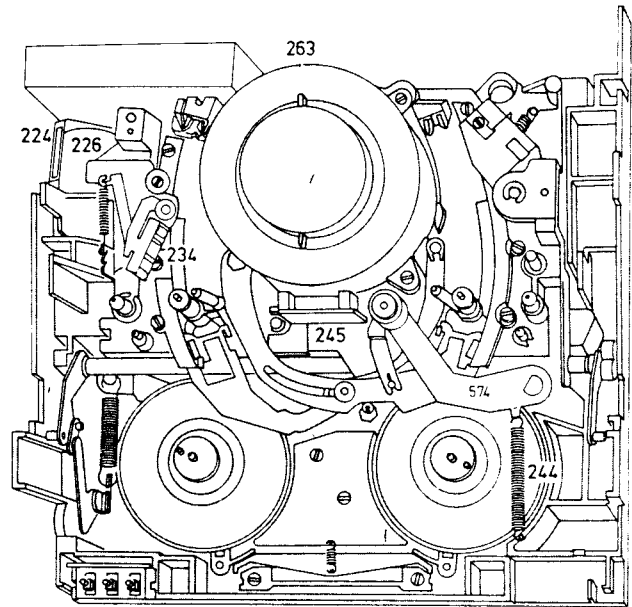

Fig. 2-10
- Motorbefestigungsfeder 224 ein wenig zusammendrücken und das Federende aus dem Haken an der Wickeleinheit aushängen. (Abb. 2.10).
- Motor an seine Stelle bringen. Dafür sorgen, daß zuerst die Kupplung hergestellt wird, dann den Motor so drehen oder schieben, daß die Passstifte des Motors 226 in die Vertiefungen an der Wickeleinheit fallen. (Abb. 2-10).
- Verdrahtung des Detektors 245 (Bandende) und jene des Löschkopfes 234 von der Wickeleinheit trennen. (Abb. 2.10).
- Antriebsbügel am Andruckrollenhebel 574 vom rechten schliittenantriebsbügel trennen. (Abb. 2-10).